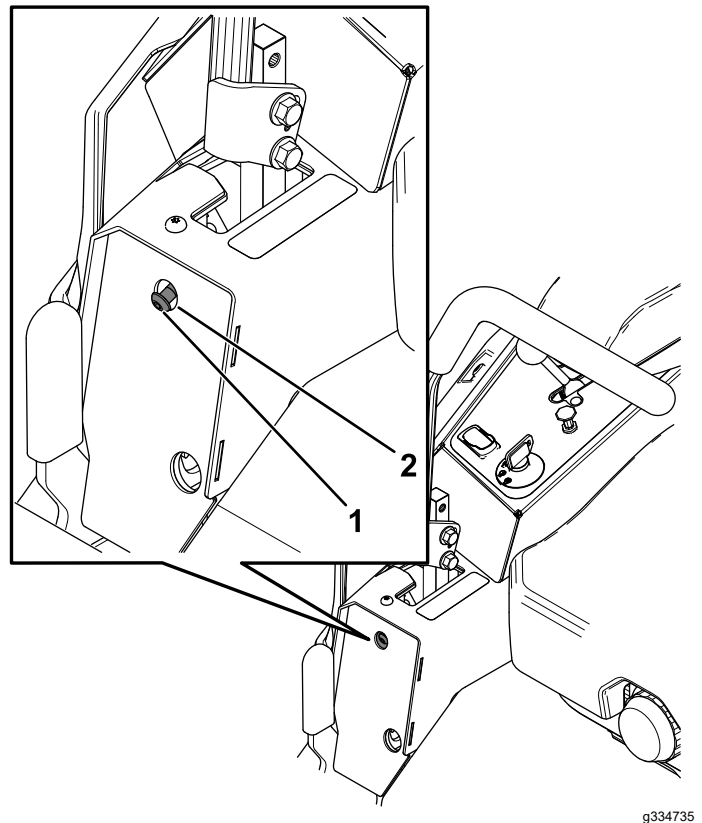

Figure 65
6. Si la machine se déporte à droite, insérez une clé hexagonale de 3/16 po dans le trou d'accès du panneau de protection avant gauche et tournez la vis de réglage de l'alignement dans le sens horaire ou antihoraire pour ajuster la course du levier (Figure 65).
7. Si la machine se déporte à gauche, insérez une clé hexagonale de 3/16 po dans le trou d'accès du panneau de protection avant droit et tournez la vis de réglage de l'alignement dans le sens horaire ou antihoraire pour ajuster la course du levier (Figure 65).